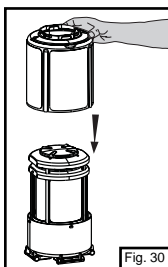

Fig. 30
- ⇒ Coloque la lámpara dentro del estuche inferior para cargar y coloque el estuche superior para cargar sobre la lámpara. (Fig. 30)